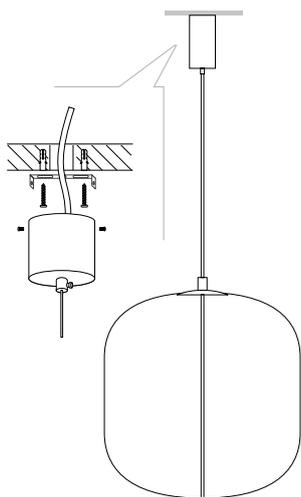

Рис. 2. Установка и подключение светильника с накладной чашей
- Установка и подключение светильника с накладной чашей (рис. 2)